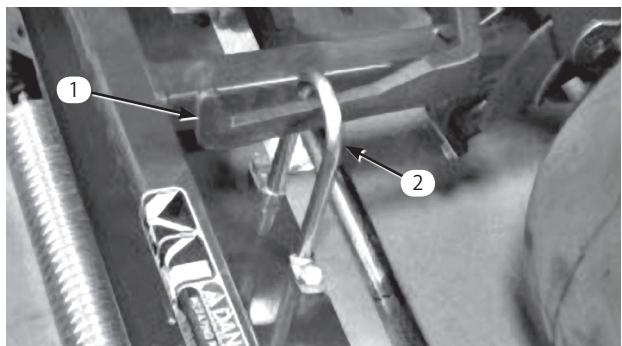

図11
3. カッティングユニットをプルフレームの下に引き入れ、吊り輪(フープ)を昇降アームに引っかける(図11)。